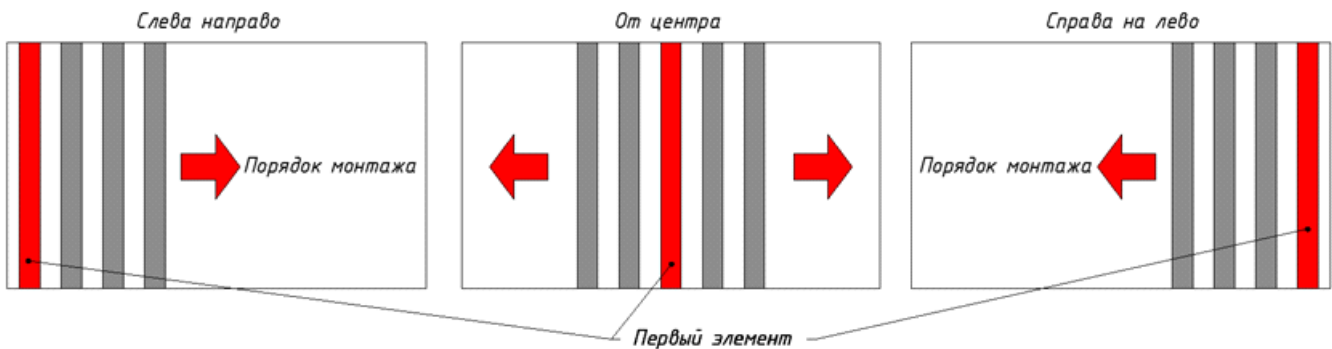

Рисунок 1. Порядок монтажа
1. Производится разметка стены. В зависимости от условий и требуемого результата, разметку для первого элемента производим либо с края стены, либо по центру (Рис. 1)